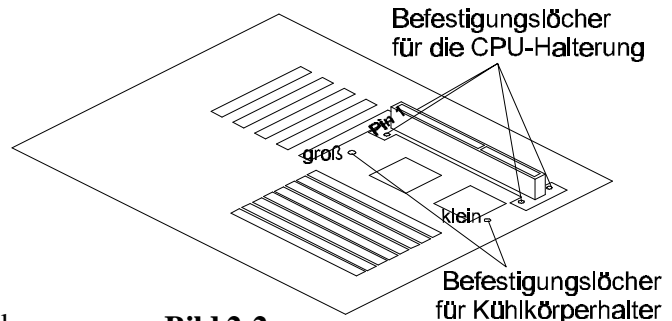

Bild 2-2
1. Lokalisieren Sie die 4 Löcher für die CPU-Halterung und die Markierung für "Pin 1" des Slot 1 (das ist der Prozessor-Sockel) auf dem HOT-637 Mainboard. (siehe Bild 2-2)